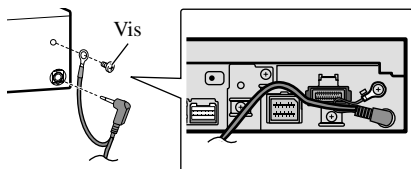

Fig. 6
1. Reliez le câble à fibres optiques et le conducteur de masse à l'appareil. (Fig. 6)